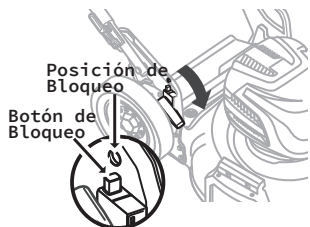

Fig. 13A
3. Presione y sostenga la palanca del mango de ajuste rápido con una mano para soltar el mango. Gire suavemente la manija de la posición de trabajo a la posición de plegado de la cortadora de césped. (Fig. 13A)